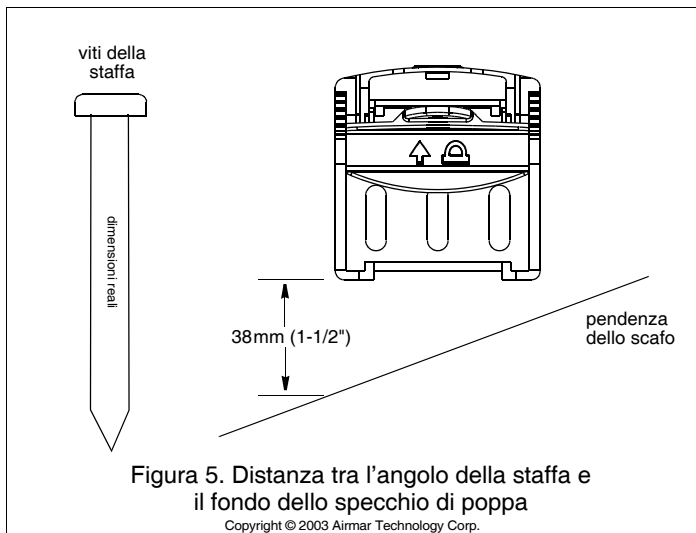

Figura 5. Distanza tra l'angolo della staffa e il fondo dello specchio di poppa
1. Applicare il sigillante marino alle filettature delle tre viti autofilettanti, #10 x 1-3/4", per evitare infiltrazioni d'acqua nello specchio di poppa (Figura 5). Avvitare la staffa (e il tassello, se necessario) allo scafo. *Per il momento non stringete le viti.*